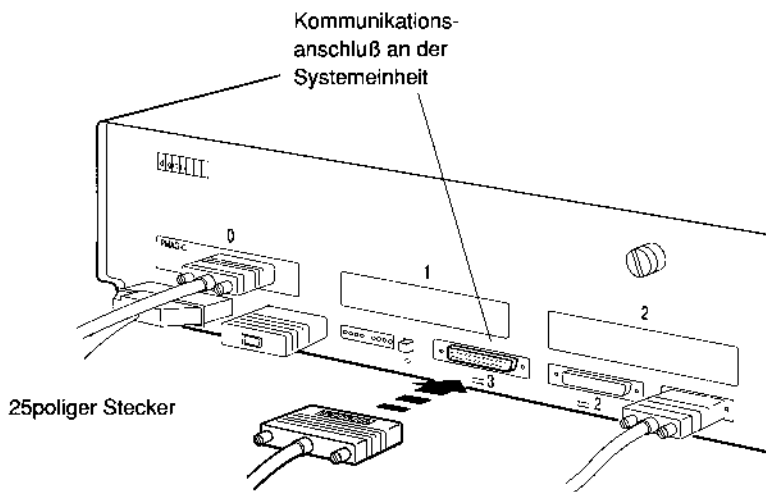

Abbildung 7-3. Gerät mit 25poligem Stecker anschließen
4. Schließen Sie das Übertragungskabel an die Systemeinheit an (siehe Abbildung 7-3). Der Stecker paßt nur in einer Richtung auf den Anschluß.